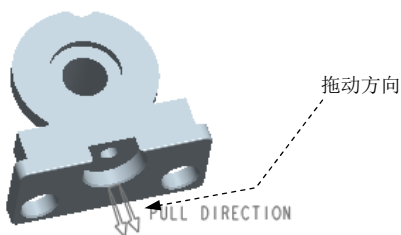

图 14.2 调整模具坐标系前
Step4. 在“布局”对话框的 **布局** 区域中单击 ☒ **单一** 单选项，在“布局”对话框中单击 **预览** 按钮，结果如图 14.2 所示。
(1) 在“布局”对话框的 **参考模型起点与定向** 区域中单击  按钮，系统弹出“获得坐标系类型”菜单。
(2) 定义坐标系类型。在“获得坐标系类型”菜单中选择 **Dynamic (动态)** 命令，系统弹